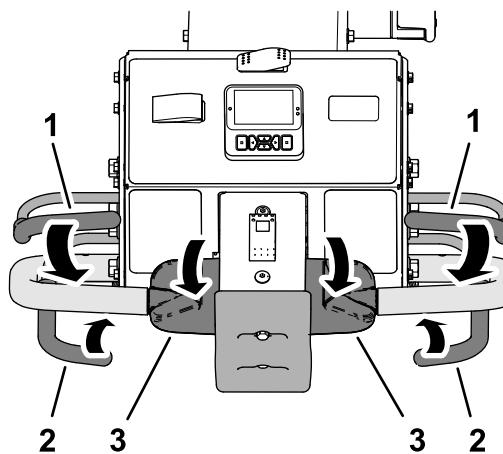

Figura 37
- Premete una qualsiasi delle barre di presenza dell'operatore contro la maniglia, ruotate in avanti la parte superiore del comando di trazione e premete la barra di arieggiatura (Figura 37).